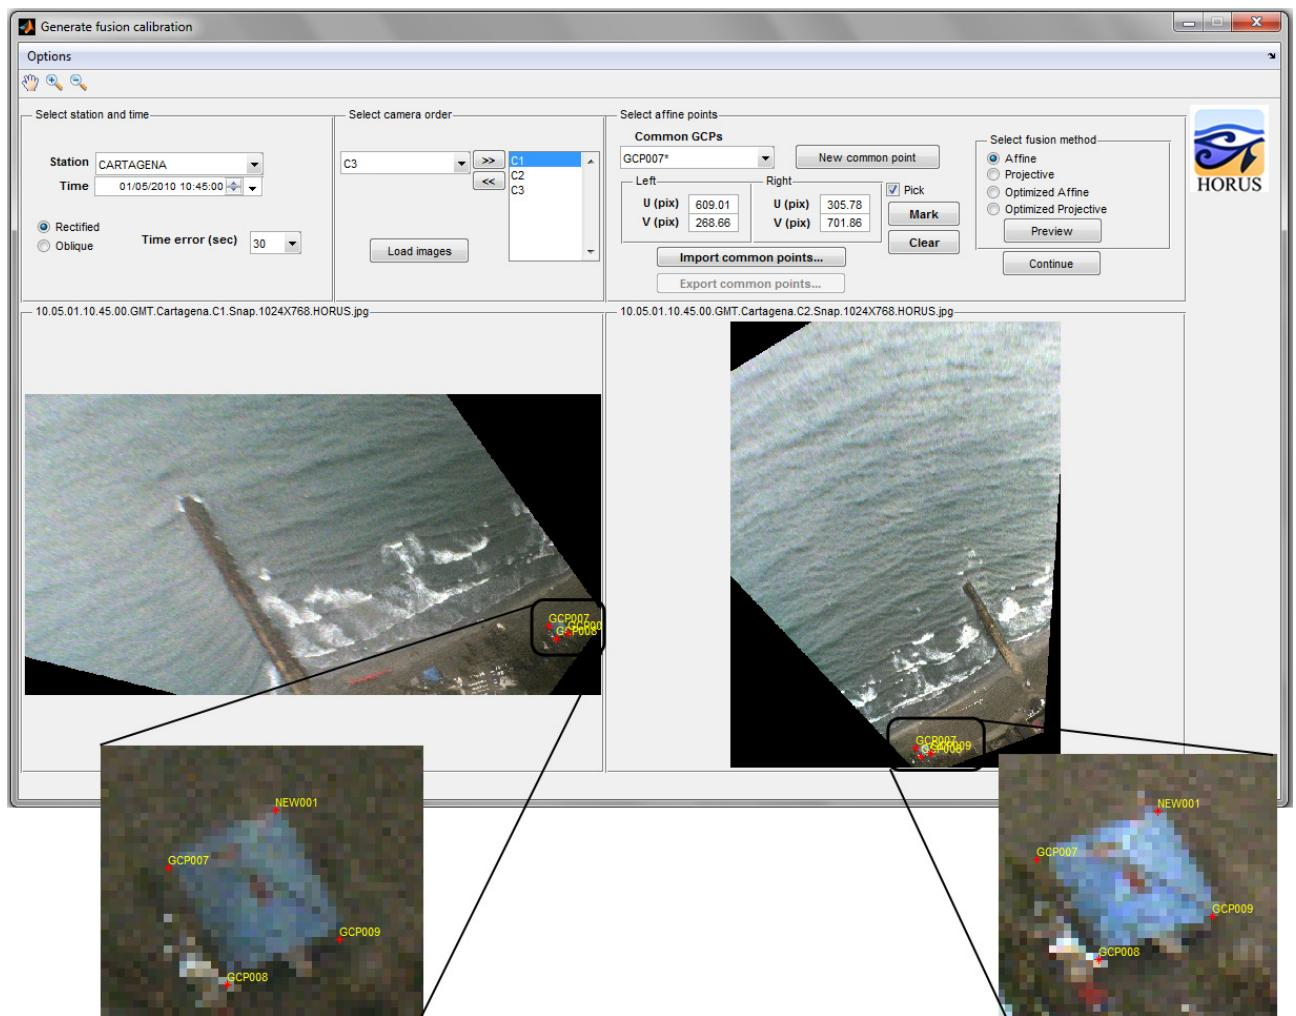

Figura 8.5: Marcación del nuevo punto común en generar fusión
- Se agregará un nuevo punto como se indicó anteriormente. En la figura 8.5 se muestra este punto marcado, que corresponde a la esquina superior derecha de la caja azul.